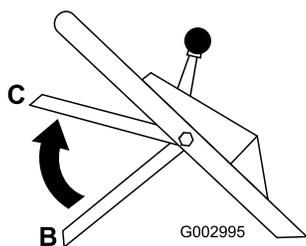

Figure 20
4. Ramenez la barre de commande à la position centrale, soit 12,7 cm (5") environ au-dessous de la barre transversale du guidon (position C à la Figure 20).
5. Relâchez la barre de commande de la lame (position B à la Figure 20).